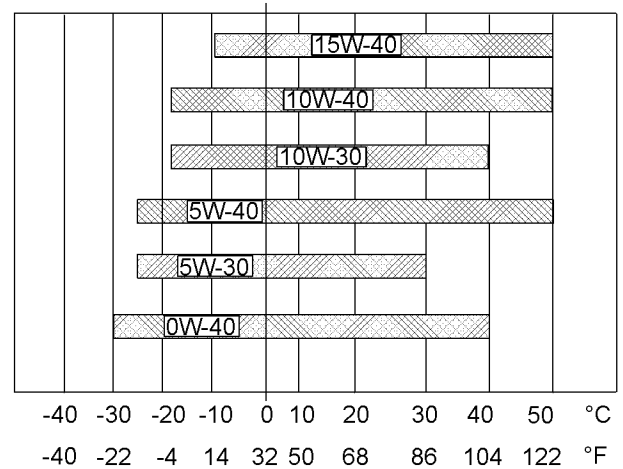

图 33
请参阅图 33（最低温度）以确定发动机冷起动时所需要的机油粘度。
请参阅图 33（最高温度）以选择发动机在预期的最高环境温度下运行时所需要的机油粘度。
- 请参阅适用的“机油粘度”。为找到适合您的发动机的机油粘度等级，请参阅图33。